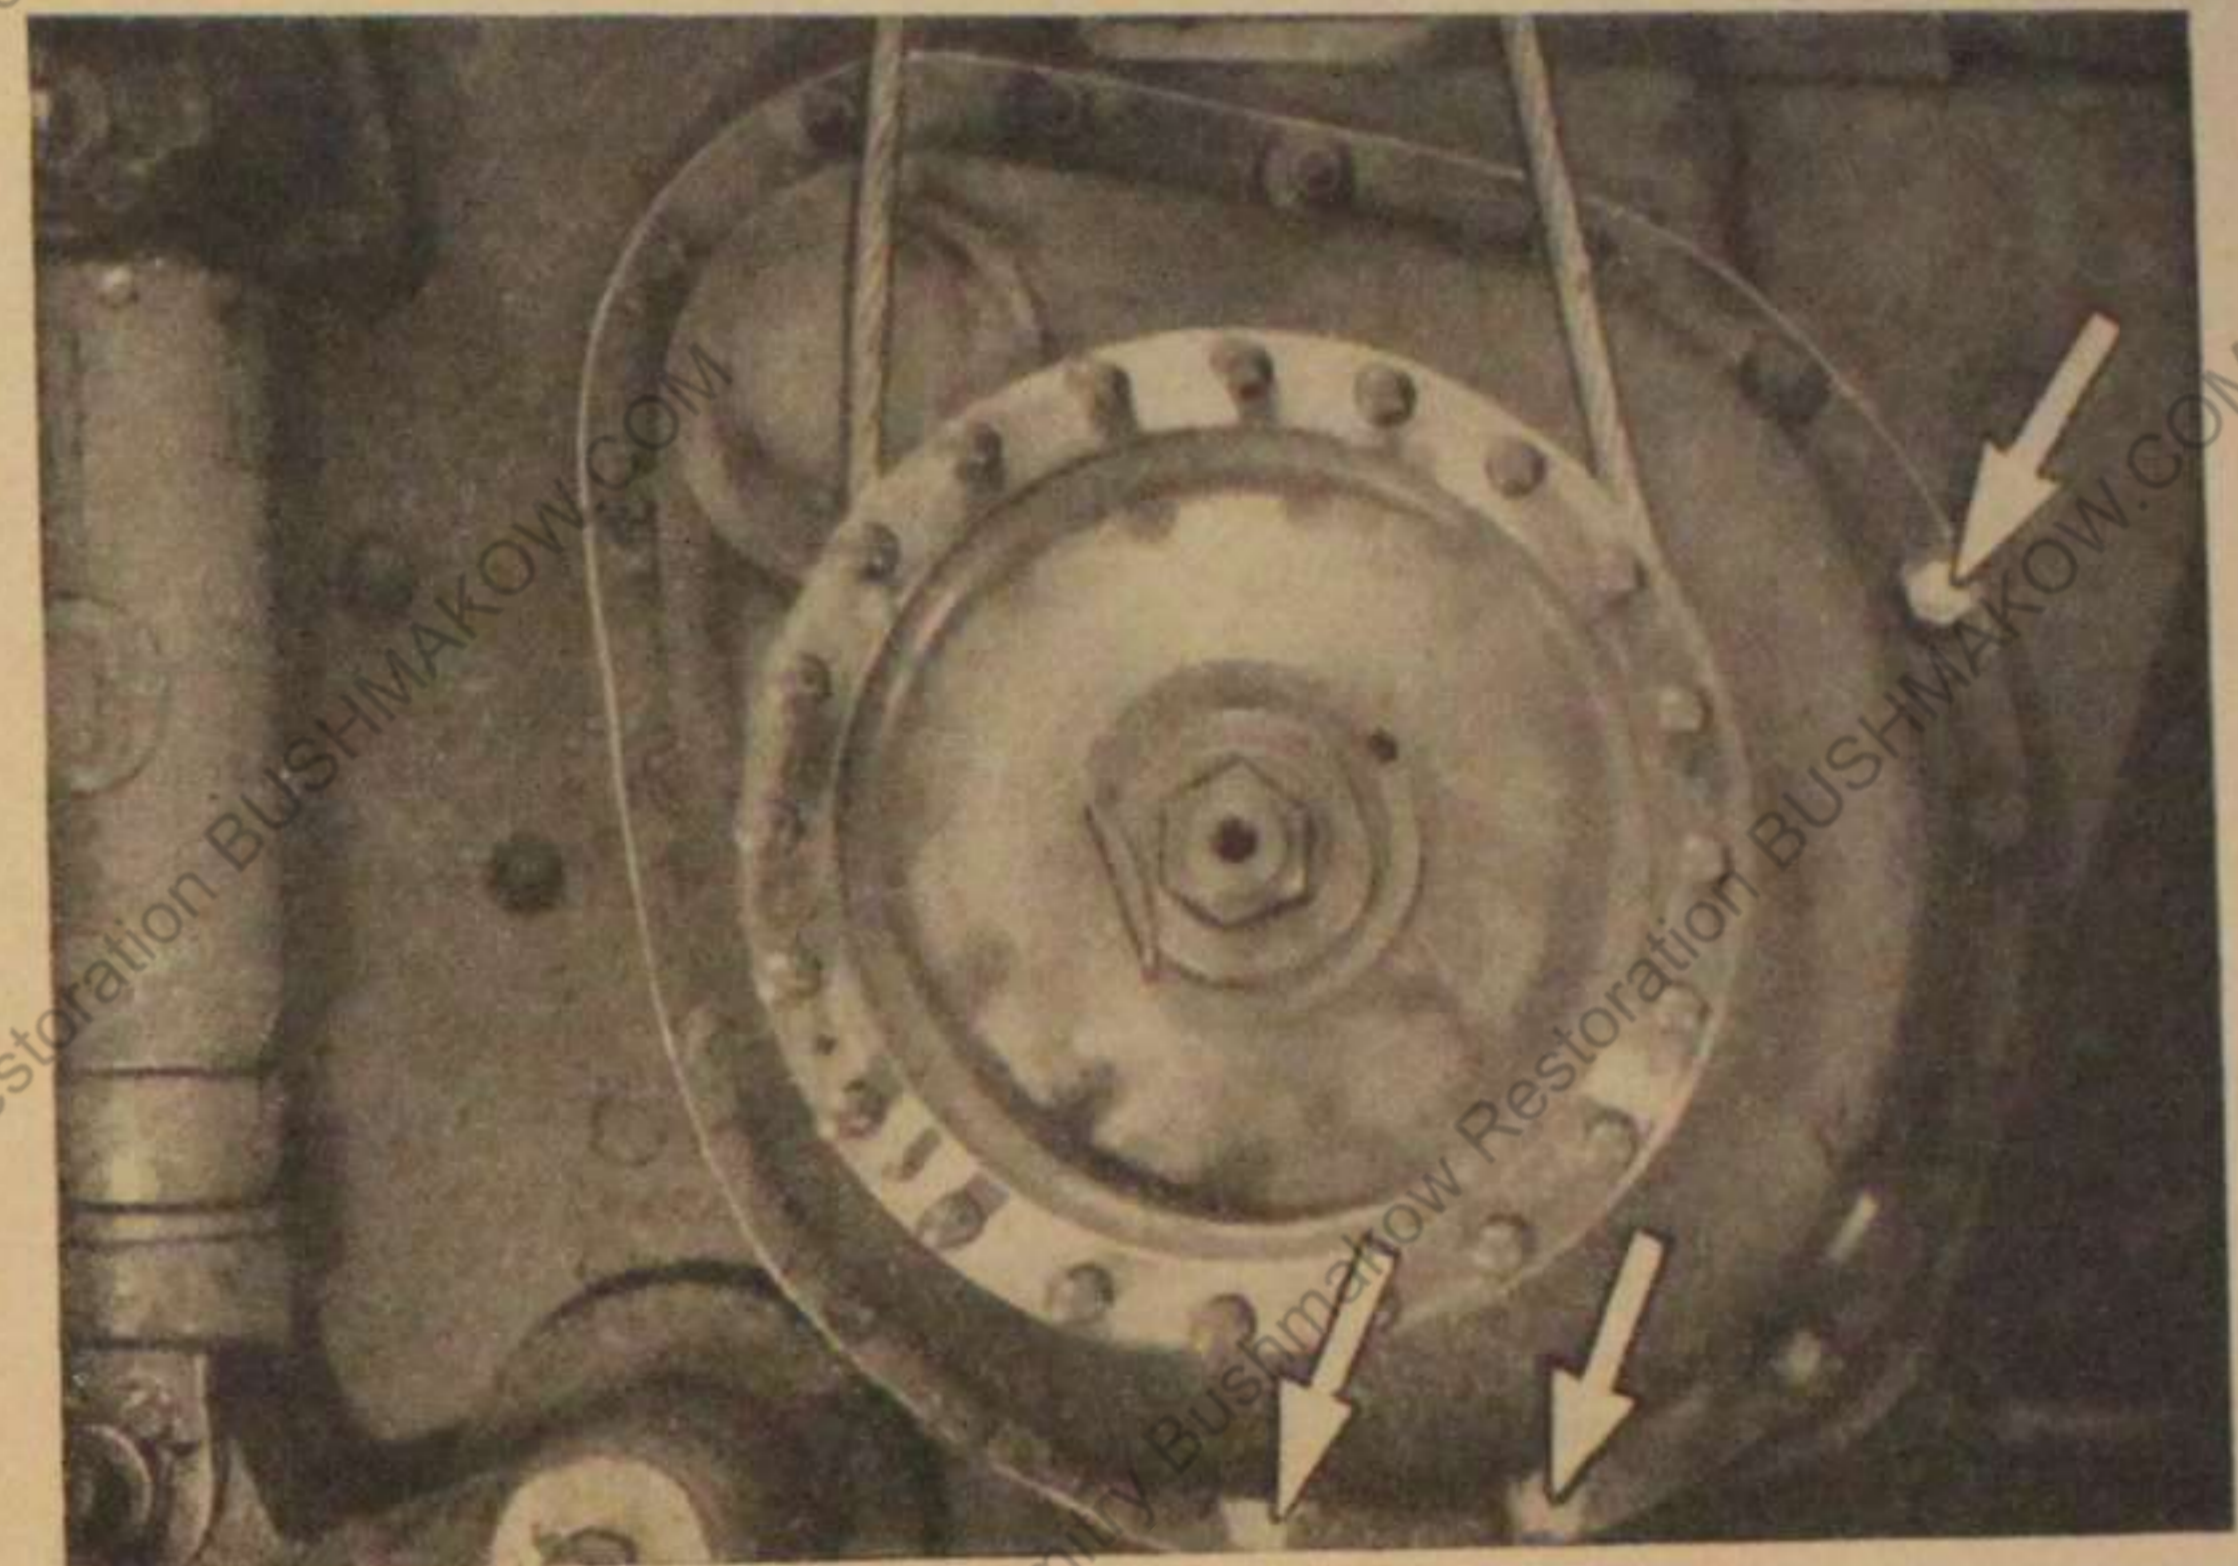

Bild 55
Die Blechsicherungen der Befestigungsschrauben des Seitenvorgeleges geradebiegen, Bild 55.
**Beachten:** Die auf Bild 55 bezeichneten drei Muttern nicht entfernen.